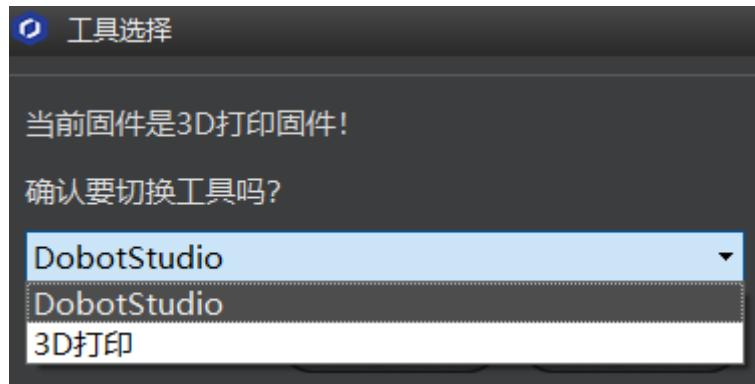

图 5.60 固件选择
1. 在连接DobotStudio时会弹出“工具选择”对话框，我们需在下拉框中选择“DobotStudio”重新烧录固件，如图 5.60所示，并单击“确认”。